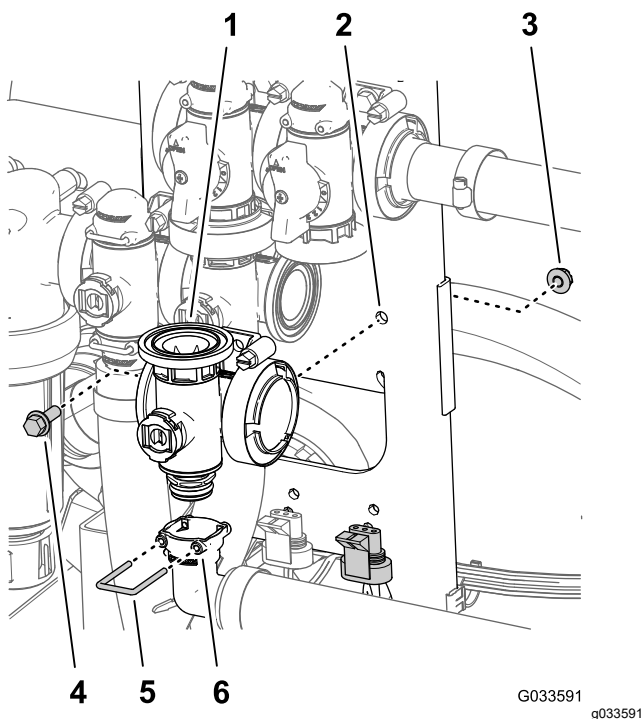

Figura 130
5. Monte el conector de salida de 90° en el acoplamiento inferior del distribuidor de la válvula maestra (Figura 130).
- Sujete el conector de salida al acoplamiento insertando una horquilla de retención en el alojamiento del conector de salida (Figura 130).